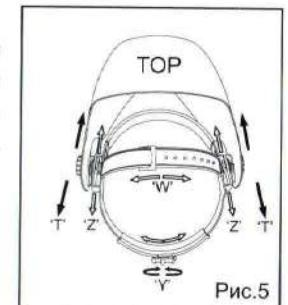

Рис.5
Длину окружности оголовья можно увеличить или уменьшить, вращая ручку с нажатием на затылочной части оголовья. (см. "Y" на рис.5) Данная процедура выполняется при надетой сварочной маске и позволяет получить натяжение, необходимое для надёжной фиксации сварочной маски на голове.
- Если наголовник сидит на голове слишком высоко или слишком низко, отрегулируйте ремень, который проходит через макушку. Для этого ослабьте конец ремня, выдавив стопорный штифт из отверстия в ремне. Переместите две части ремня относительно друг друга на требуемую длину и вставьте стопорный штифт в ближайшее отверстие (см. "W" на рис.5).
Ослабьте гайки-фиксаторы (см. "T" на рис.5) и двигайте маску к или от вашего лица. Убедитесь, что расстояния между обоими глазами и светофильтром одинаковые, чтобы избежать неравномерного затемнения светофильтра. После регулировки затяните гайки-фиксаторы.